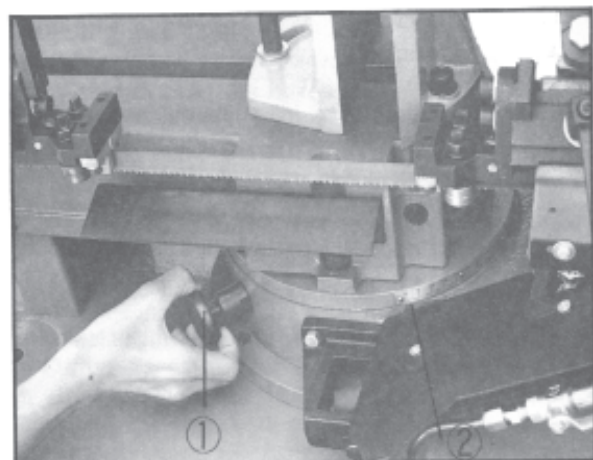

Fig. 7
2. Den Jaccardhebel auf der Materialzufuhrseite lösen und den Positionsbolzen (Fig. 7, Pos.1) ziehen und durch drehen feststellen, damit er nicht einrastet.